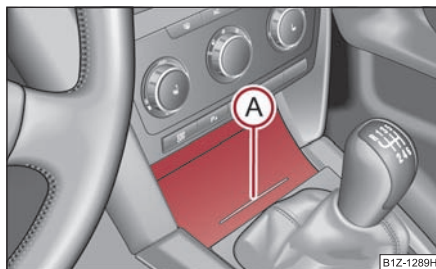

Fig. 112 Consola centrală: Scrumiera față
- Apăsați pe partea inferioară a capacului scrumierei – vezi poziția (A) ⇒ pagina 95, fig. 112.